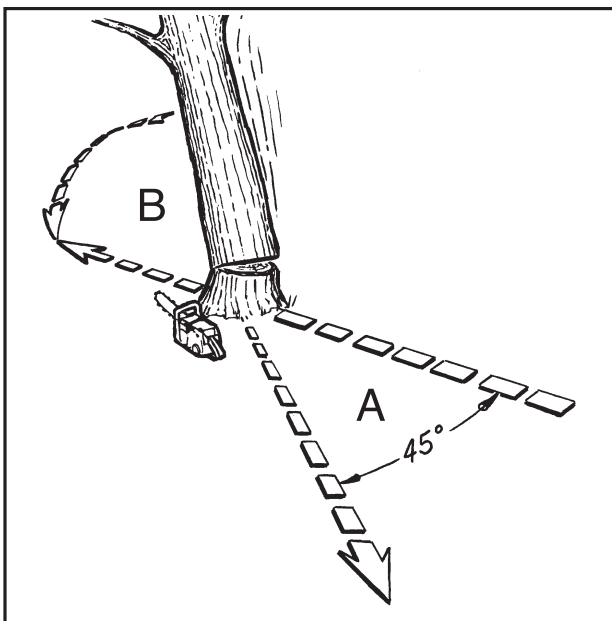

Рис. 11A
перед спиливанием дерева следует продумать и при необходимости расчистить путь отхода (A). Путь отхода должен идти назад по диагонали от ожидаемой линии падения дерева, см. Рис. 11A